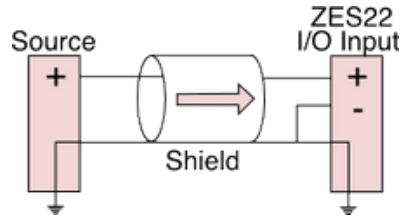

Ilustración 11: Entrada fuente no balanceada 2 hilos
2. Atornillar la pieza al chasis para su correcta fijación, Ilustración 11.